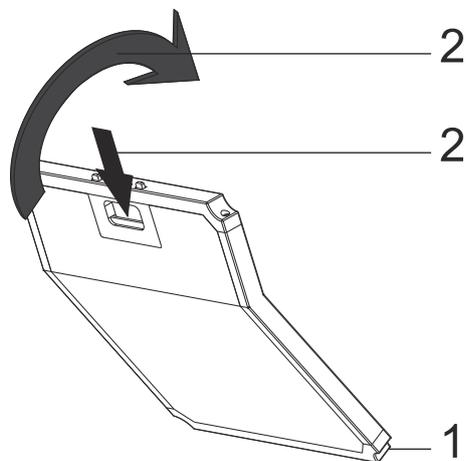

Fig. 7: FILTRO DE CARBÓN
- 1-Coloque la parte inferior del filtro de carbón en el armario para el motor.Fig. 7
- 2-Pulse en la pestaña del filtro de carbón y empújelo hacia adelante, y asegúrese de que las pestañas del filtro de carbón estén enganchadas y bloqueadas.Fig. 7